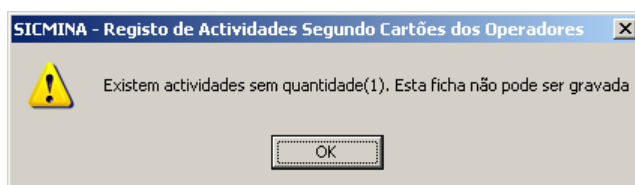

Figura 7-21 Mensagem onde se revela que existem actividades que deviam ter quantidades mas que não têm e que por isso o cartão não é gravado.
- V) Verificar que as actividades FP (Furação produção), FS (Furação p/ cabos), SR (Sustimento resina), SS (Sustimento swellex), SC (Colocação cabos), SH (Colocação chapas), R (Remoção), C (Carregamento) e ST (Slinger) têm uma quantidade maior do que zero e uma frente associada; caso contrário o cartão do operador não é gravado (mensagem da figura 7-21).